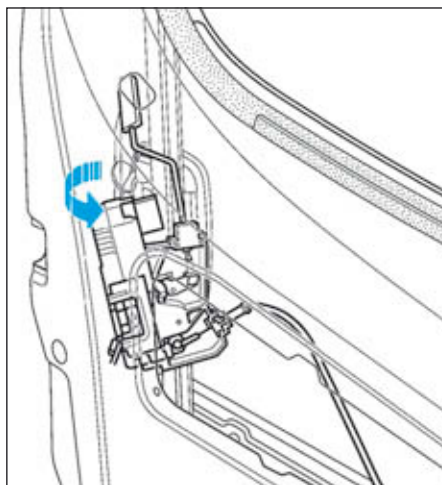

FIG.104
- Déposer la serrure (Fig.104).